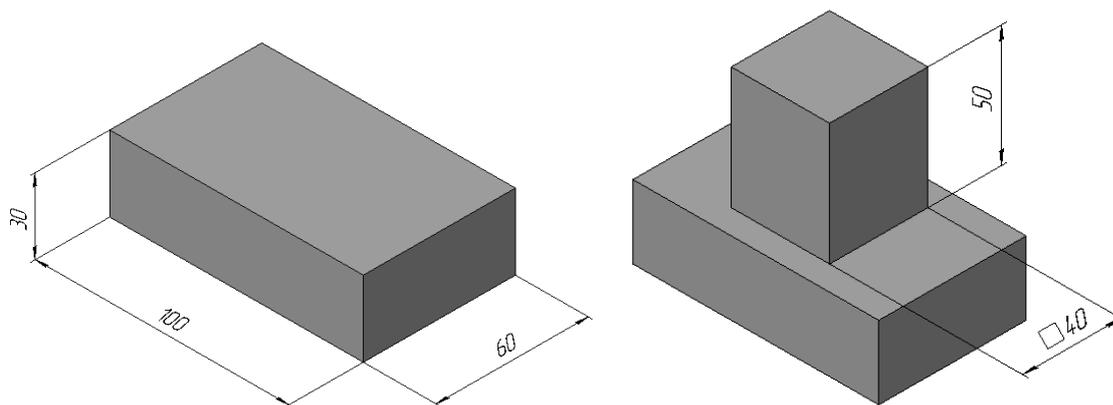

Рисунок 33
2. Вычертим эскиз основания – прямоугольник по центру с высотой 60мм и шириной - 100, который выдавим на - 30 (рисунок 33).
3. Для построения верхней прямоугольной четырехгранной призмы на верхней плоскости основания вычертим эскиз – квадрат со сторонами - **40** и выдавим на - **50** (рисунок 33).